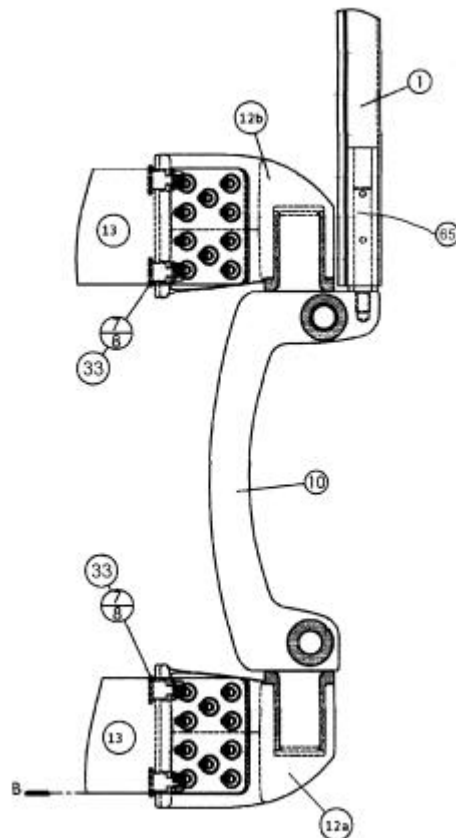

Fig.4
III 3 e - Insérer le cardan support de bôme (10) dans le vit-de-mulet (12a) et emboîter le second vit-de-mulet (12b) au-dessus, puis reprendre les mêmes opérations que précédemment (§ III 3 a). Voir fig.4.
III 4 g - Enfiler à fond l'extrémité inférieure du profil de 0.60 m (1) dans l'éclisse rainurée (65) de l'articulation de vit-de-mulet (10). *Fig.4.*